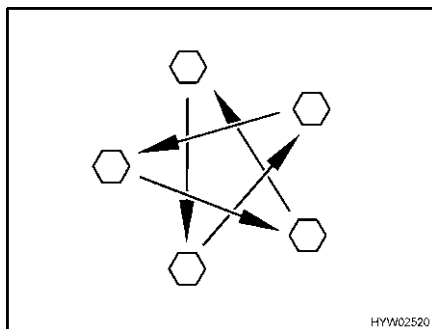

Fig. 178 Serrare a croce i dadi o i bulloni delle ruote
- Controllare regolarmente il serraggio dei dadi o dei bulloni. Regolare a croce (Fig. 178) il serraggio dei dadi o dei bulloni di una ruota sostituita dopo circa 50 km.
- ▷ Serrare a croce i dadi o i bulloni delle ruote (Fig. 178).